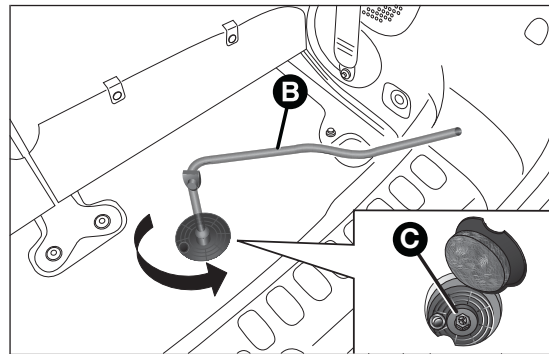
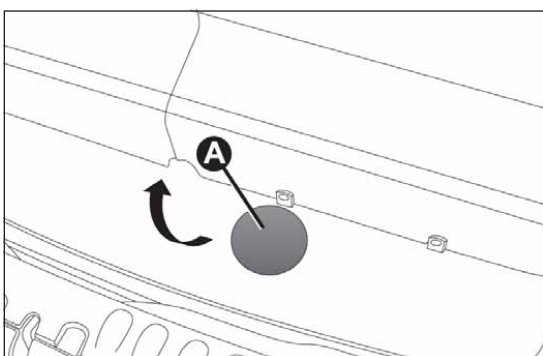

Abb. 29
Abb. 28
- Die Klappe A Abb. 28 in der Verkleidung des Kofferraums öffnen, den Schlüssel B Abb. 29 aus der Werkzeugtasche nehmen und in die Vorrichtung C stecken;
- Den Schlüssel B Abb. 29 entgegen dem Uhrzeigersinn drehen, um den Blockierbolzen der Aufnahme des Notrads losschrauben zu können, damit das Notrad herunter gefahren werden kann;